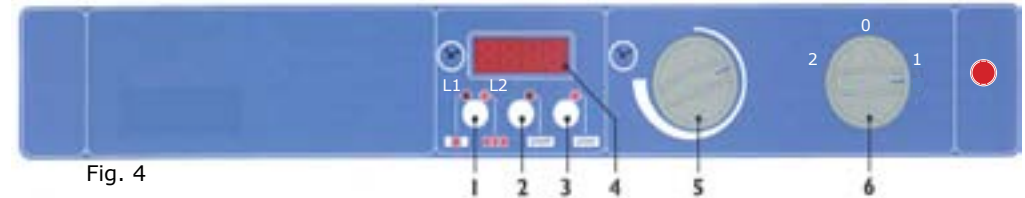

Fig. 4
2.2 PREPARATION Légende Fig. 4